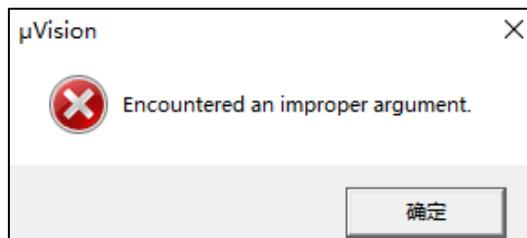

图 2.3.1 仿真结束时报错！
1. 由于 MDK5.23 以后对中文支持不是很好，具体现象是：在仿真的时候，当有断点未清除时点击结束仿真，会出现如图 2.3.1 所示的报错：